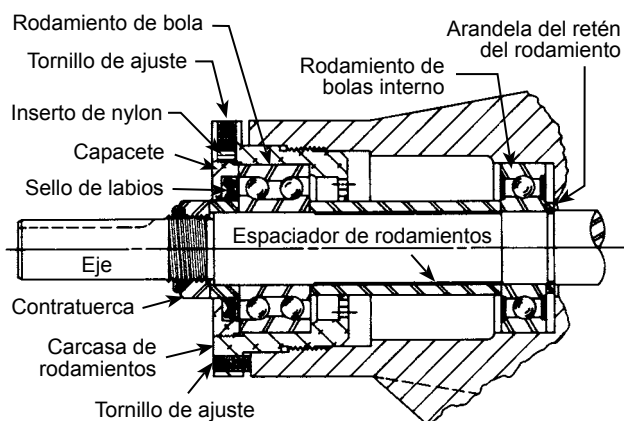

FIGURA 10 – Conjunto de rodillos de empuje de los tamaños AS, AK y AL
9. Retire el espaciador de rodamientos del eje para las bombas de los tamaño AS, AK y AL. Consulte la Figura 10.
13. Retire la arandela del retén del rodillo de las bombas de los tamaños AS, AK o AL. Consulte la **Figura 10**.
16. El conjunto de rodillos de empuje AS, AK y AL cuenta con un capacete de labio y sello del extremo que se puede retirar después de soltar dos tornillos prisioneros en la brida de la carcasa del rodillo. Retire el rodillo de bolas. Consulte la **Figura 10**.
NOTA: Las bombas de los tamaños AS, AK y AL no cuentan con un anillo de resorte. Se debe instalar una arandela del retén del rodamiento sobre el extremo del eje antes de que se monte el rodamiento. Consulte la **Figura 10**.
14. Coloque el espaciador de rodamientos sobre el eje y contra el rodamiento de bolas de una fila en la caja (bombas de tamaños AS, AK y AL). Consulte la **Figura 10**.
NOTA: En las bombas de los tamaños AS, AK y AL, instale el sello de labios en el capicete de la carcasa del rodamiento. El labio debe mirar hacia el extremo del eje. Coloque el manguito espaciador de rodamientos en el sello de labios e instale la carcasa del rodamiento, y apriete firmemente los tornillos de fijación. Consulte la **Figura 10**.